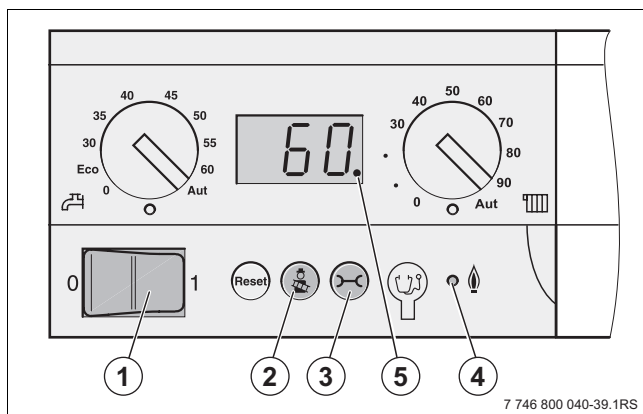

Bild 64 Grundkontrollens manöverpanel
- Starta gaspannan genom att ställa huvudströmbrytaren på grundkontrollens manöverpanel på "1" (På) (→ bild 64, [1]).
- Decimalpunkten (→ bild 64, [5]) försvinner.
- Ställ huvudströmbrytaren (→ bild 64, [1], sidan 44) på grundkontrollens manöverpanel på "0" (Av).